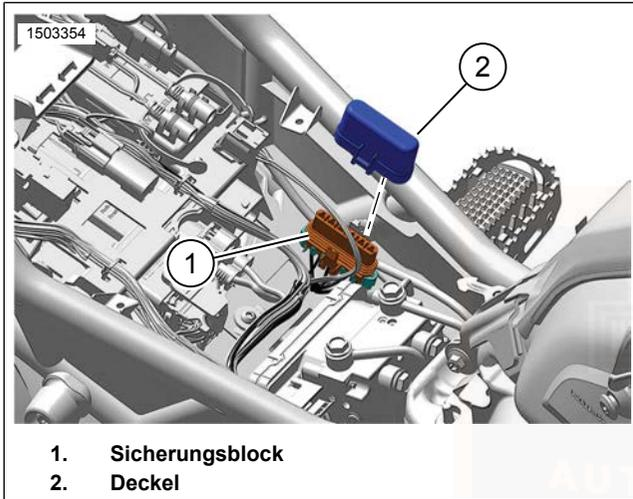

Abbildung 91. Sicherungsblock – Lage
Siehe Abbildung 91. Der Sicherungsblock (1) befindet sich unter dem Fahrersitz.
1. Siehe Abbildung 91. Die Sicherungsblockabdeckung (2) anbringen.
- a. Sicherstellen, dass die Zungen im Sicherungsblock (1) einrasten.